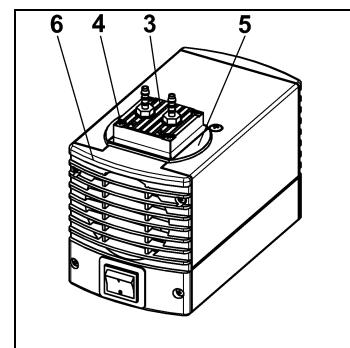
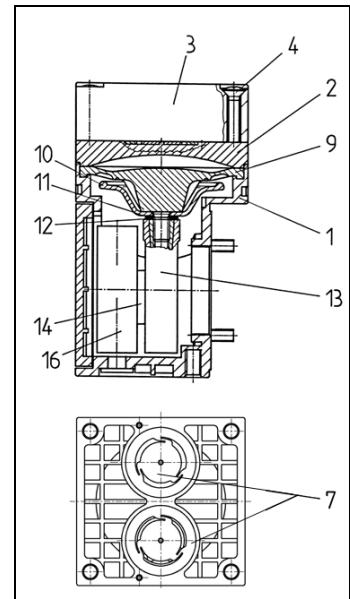

Fig. 4: smontaggio della testata
Fig. 5: testata
1. Segnare la posizione della testata (fig. 4/3), della copertura (5) e del coperchio della carcassa (6) con un tratto di matita continuo. Così facendo, si previene l'errato rimontaggio dei componenti in un secondo momento.
2. Allentare le quattro viti della testata (4) e smontare la testata (3) insieme alla copertura (5) dalla carcassa della pompa.
3. Segnare la posizione della piastra intermedia (fig. 5/2) e della carcassa (1) con un tratto di matita continuo.
4. Rimuovere la piastra intermedia (2) dalla carcassa (1).
1. Rimuovere le valvole/gli o-ring (fig. 5/7) dalla piastra intermedia (2).
2. Verificare che le sedi valvola, la piastra intermedia (2) e la testata (3) siano pulite; in caso di aplanarità o graffi, sostituire questi componenti.
3. Inserire le nuove valvole/i nouvi o-ring (7) nelle apposite sedi sulla piastra intermedia (2); le valvole/gli o-ring per il lato mandata e aspirazione sono identiche e così pure il lato superiore e inferiore delle valvole/degli o-ring.